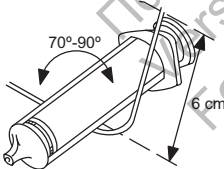

Abbildung 3. Biegen Sie den Mandrin
2. Wählen Sie einen Mandrin nach der Funktion und der bevorzugten Festigkeit. Falls gewünscht, können Sie den Mandrin mit einem sterilen Instrument mit glatter Oberfläche (z. B. einem 10-ml- oder 12-ml-Spritzenkolben) vorsichtig formen (Abbildung 3 auf Seite 17). Bei einer leichten Krümmung ist die Wahrscheinlichkeit, dass sich der Mandrin während des Gebrauchs streckt, geringer als bei einem scharfen Knick.